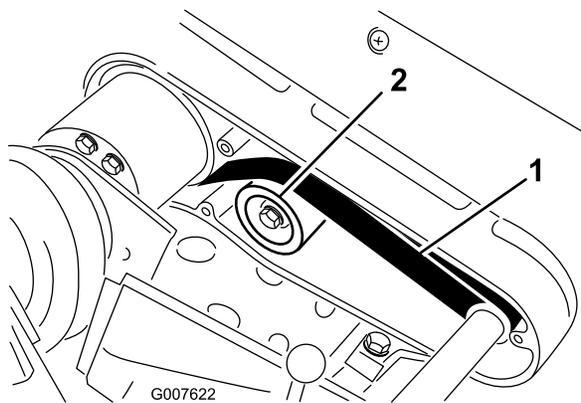

図 38
2. プリー間の中央部で **図 38**、2.32.7kg 程度の力でベルトを指で押しつけて張りを点検する。
A. アイドラプリー固定ナットをゆるめ、プリーをベルトの背に押しつけて、適当な張りを出す **図 38**。